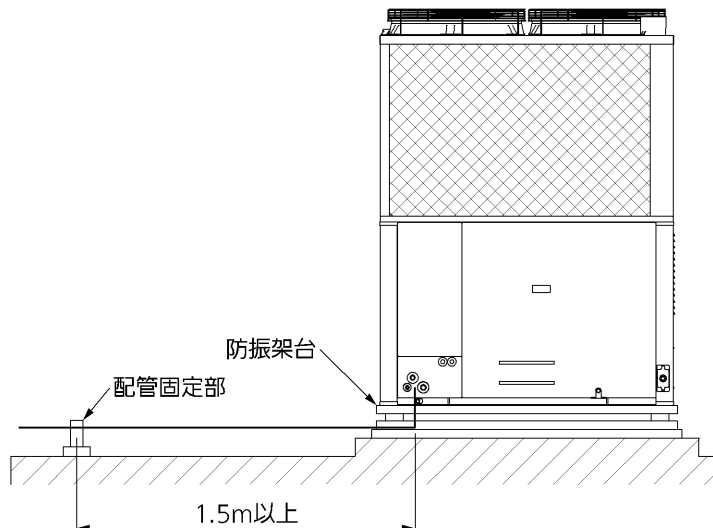

図21 防振架台の使用例
- 冷媒配管の固定は図21のように配管固定部と室外ユニットまでの距離が1.5m以上になるようにしてください。